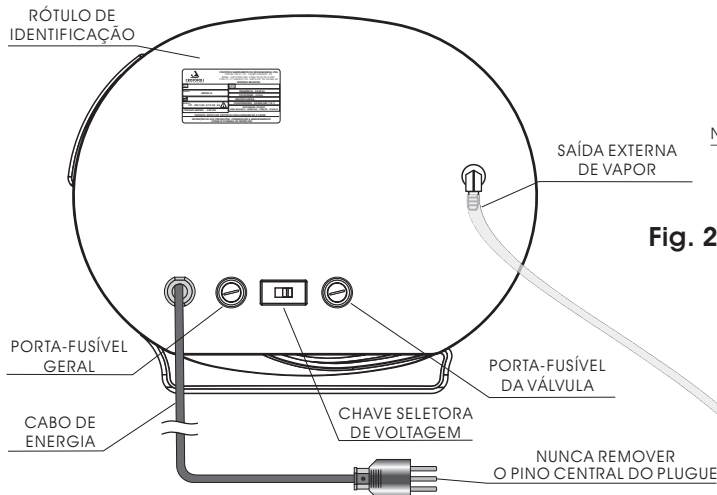
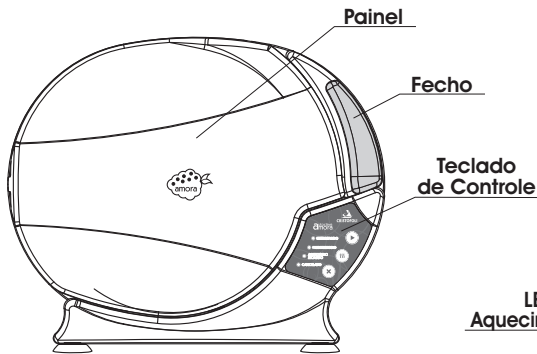
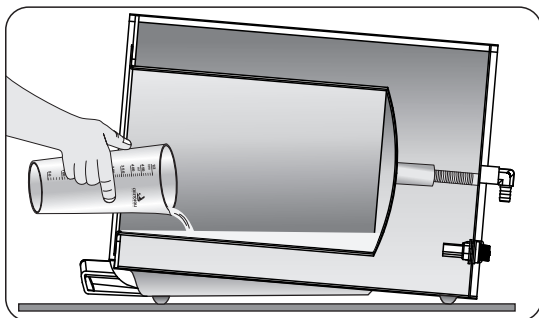

Fig. 2
Fig. 5
Fig. 13
- 1►A autoclave Amora é bivolt (chave seletora), conforme descrito no rótulo de identificação que se encontra na parte posterior do equipamento. O equipamento sai de fábrica ajustado para 220 V e pode ser alterado para funcionamento em 127 V através da chave seletora, se necessário. Consulte "Instruções de Instalação" (Fig. 2, pág. 9).
Conecte a mangueira de borracha resistente ao calor com tecido interno de bitola 5/16", 300 psi (fornecida com o produto) na extremidade da saída externa de vapor (Fig. 2) localizada na parte posterior da autoclave, coloque a braçadeira que acompanha a autoclave (Fig. 13, pág. 13) e aperte-a com uma chave de fenda. A outra extremidade deve ser conectada à uma tubulação de esgoto que suporte a temperatura de 100°C ou colocada dentro de um recipiente sem tampa posicionado 40 cm abaixo do nível da autoclave com água comum para a despressurização (Fig. 5), neste caso, a mangueira deve estar **acima do nível da água**, com corte em "V" na extremidade e deve ser inspecionada **anualmente** para a verificação de obstruções e condições gerais.
- 1▶ **PAINEL** - Está localizado na parte frontal da autoclave, fabricado em plástico ABS injetado, é onde se encontra o teclado de controle e o display da autoclave (Fig. 5).
- 3▶ **TECLADO DE CONTROLE** - Localizado sobre o painel, acomoda as teclas de controle e o display da autoclave (Figs. 5 e 6).
- 5▶ **FECHO** - Localizado na parte frontal da autoclave (Fig. 5). É utilizado para abrir, fechar e travar a porta da autoclave (conjunto painel/tampa).
9► **SAÍDA EXTERNA DE VAPOR** - Localizada na parte posterior da autoclave (Fig. 2, pág. 9), possui um diâmetro de 5/16" para conexão da mangueira de despressurização, que por sua vez é conectada à tubulação de esgoto ou recipiente com água. É responsável por expulsar o ar frio da câmara no início do ciclo e o ar quente no final do ciclo. Consulte "Instruções de Instalação" tópico "Instalação Hidráulica" (Pág. 9).
15► **CABO DE ENERGIA** - Usado para conectar o equipamento à rede elétrica (Fig. 2, pág. 9).
- a▶ Abra a porta da autoclave, coloque 100 ml de **água destilada** com o copo dosador diretamente na câmara **antes** de cada ciclo (Fig. 13).